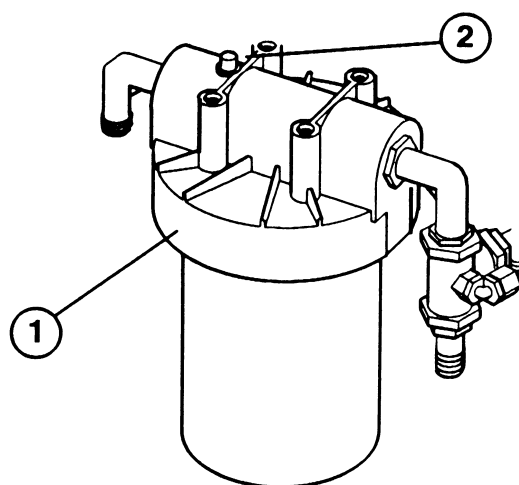

Fig. 9
5. Premere il pulsante di spurgo, sulla testa del filtro dell'acqua (Fig. 9), sotto il serbatoio carburante. Tenere premuto il pulsante fin quando tutta l'aria sarà spurgata dal filtro e dall'apertura esce l'acqua.